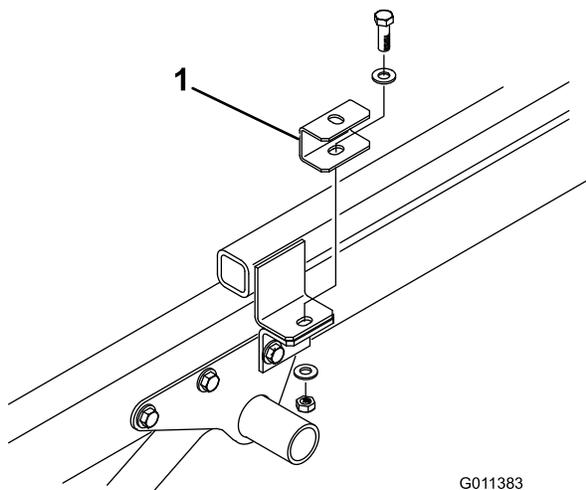

Рисунок 7
4. Закрепите монтажную проставку сверху на каждой штанге рамы сцепного устройства ранее снятыми винтом с головкой, 2 плоскими шайбами и контргайкой (Рисунок 7).
5. Поместите пескоразбрасыватель на раму машины, совместите отверстия в задних монтажных кронштейнах с отверстиями на каждой боковине рамы (рис. 7).